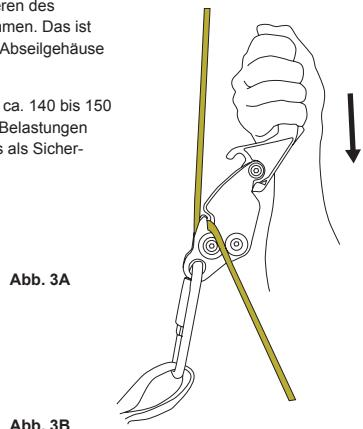

Abb. 3A
6. Den Abseilvorgang mit dem Smartline X beginnen (Abb. 3A).